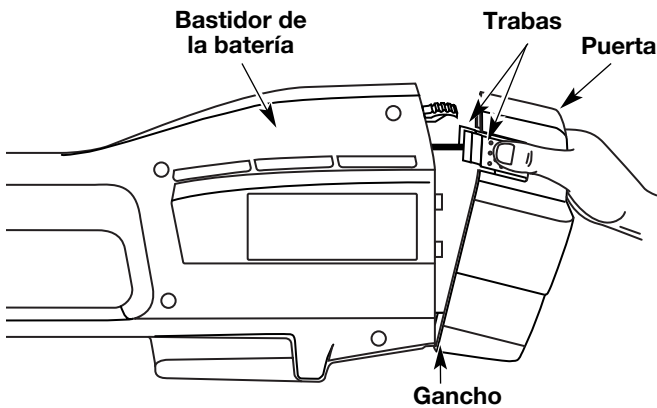

Fig. 17
1. Presione las dos trabas al costado de la puerta del bastidor de la batería y abra la puerta hacia abajo. Levante y separe para desenganchar la puerta de la ranura de la base del bastidor de la batería. Deje la puerta a un lado (Fig. 17).